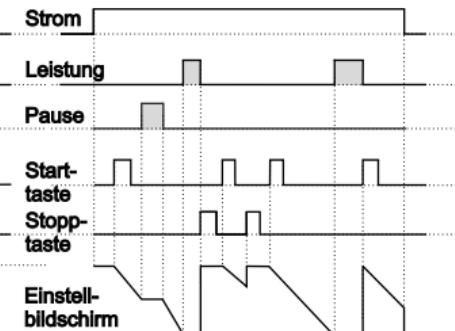

Abbildung 2.2
2.2.2 Wenn Abwärtszählen  $\text{dEct} = 1$  und  $\text{butF} \text{ oFF}$  ist, wird das Regelschema in Abbildung 2.2 gezeigt.